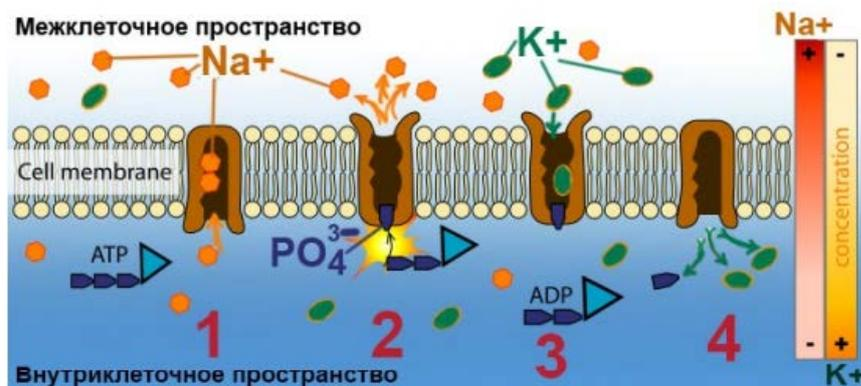

Рис.55. Устройство Na-K насоса.
**Na-K насос.** Натрий и калий считаются макроэлементами и выполняют важную роль в межклеточных контактах (см.Рис.55).